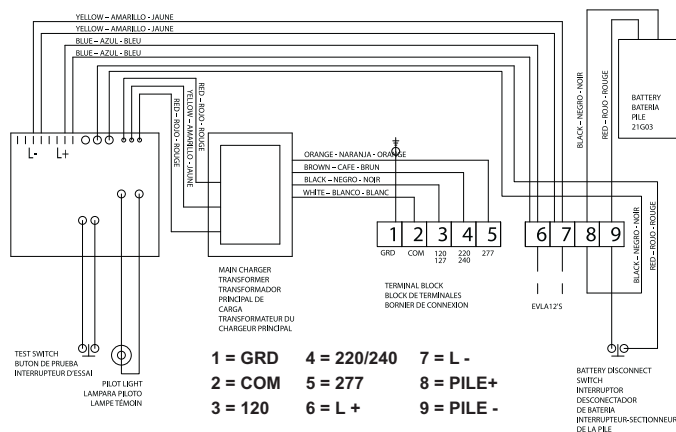

Figure 7. Schéma de câblage
- Refaire toutes les connexions entrantes selon le schéma de câblage apposé sur le module neuf (consulter également la figure 7) et rebrancher les fils du ou des luminaires EVLA12 ou de l'enseigne de SORTIE retirés à l'ÉTAPE 5.